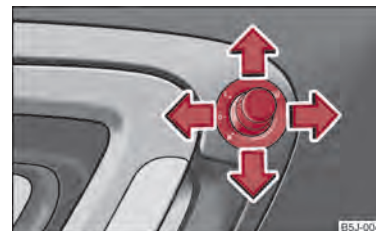

Abb. 36 Türinnenteil: Drehknopf
- Stellen Sie den Drehknopf in die Position ⇒ Abb. 36.